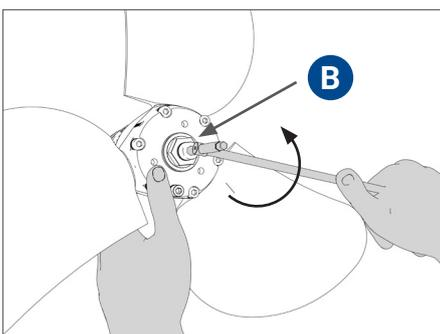

ABB. 34 | Lösen der Sicherungsschraube „B“
- Lösen Sie die Sicherungsschraube **B** (falls vorhanden) gegen den Uhrzeigersinn (Abb. 34).